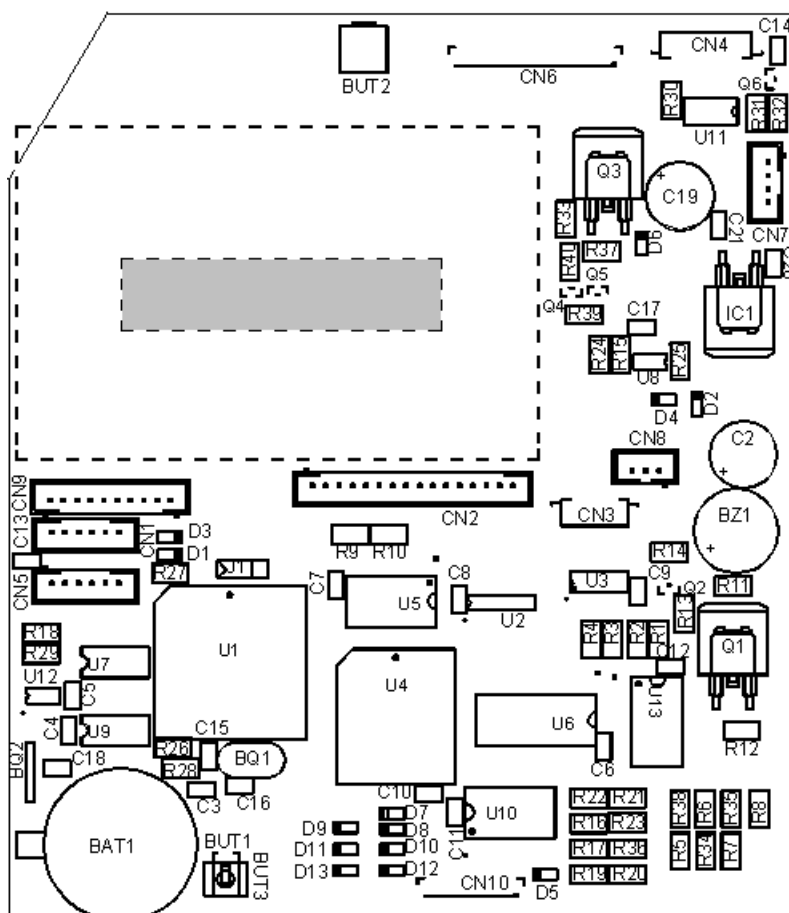

Рисунок 1 Системная плата и место крепления ЭКЛЗ
ЭКЛЗ с помощью стандартного крепления устанавливается непосредственно на системную плату на ту её часть, что свободна от элементов (на Рис. 1 место под ЭКЛЗ обозначено жирной пунктирной линией).
1. Обработайте место системной платы под крепление ЭКЛЗ обезжиривающей жидкостью (на Рис. 1 место под жёсткую ленту крепления ЭКЛЗ помечено серым прямоугольником).